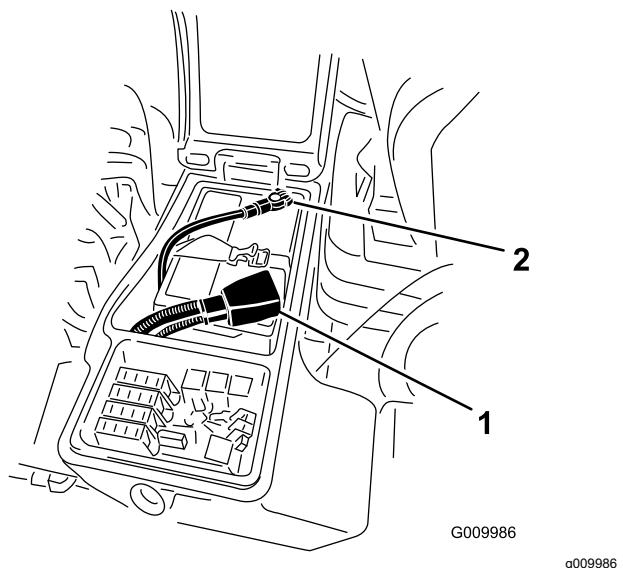

Рисунок 54
3. Отсоедините отрицательный кабель (черный) от отрицательной (-) клеммы и положительный кабель (красный) от положительной (+) клеммы аккумуляторной батареи (Рисунок 54).
6. Подсоедините положительный кабель (красный) к положительной клемме (+), а отрицательный кабель (черный) – к отрицательной (–) клемме аккумуляторной батареи(Рисунок 54).